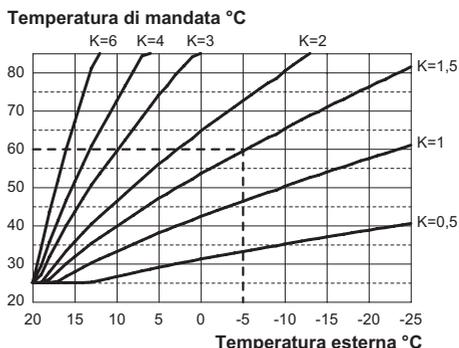

Figura 5.43
Se alla caldaia **È COLLEGATO** il comando remoto (opzionale) riferirsi alla Figura 5.43. In questo caso il settaggio del coefficiente K deve essere fatto da remoto.
Il coefficiente K è un parametro che innalza o abbassa la temperatura di mandata caldaia al variare della temperatura esterna. Quando si installa la sonda esterna bisogna impostare questo parametro in base al rendimento dell'impianto di riscaldamento per ottimizzare la temperatura di mandata (Figura 5.43).
Es. Per avere una temperatura di mandata all'impianto di riscaldamento di 60°C con una esterna di -5°C si deve settare un K di 1,5 (linea tratteggiata in Figura 5.43).
- Utilizzando i tasti 16 o 17 è possibile modificare il valore del parametro 15 da un minimo di **01** ad un massimo di **60** in base alla curva scelta del coefficiente K in Figura 5.43 (il valore letto sul display corrisponde a valori decimali di coefficienti K).